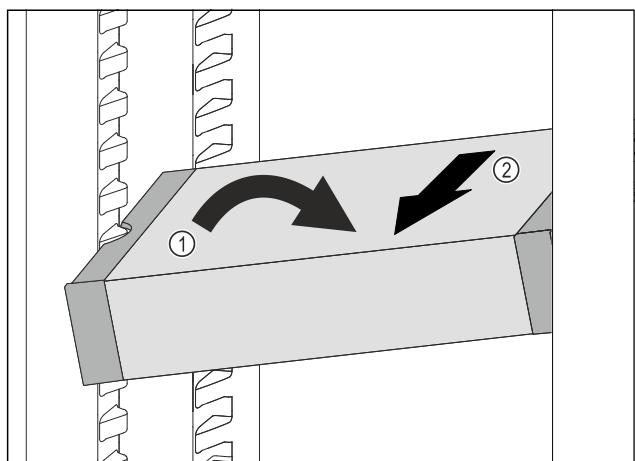

Fig. 84
- VarioSafe postavte v chladničke šikmo. Fig. 84 (1)
- VarioSafe vyberte dopredu. Fig. 84 (2)